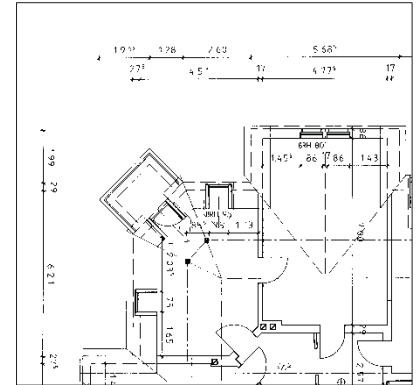
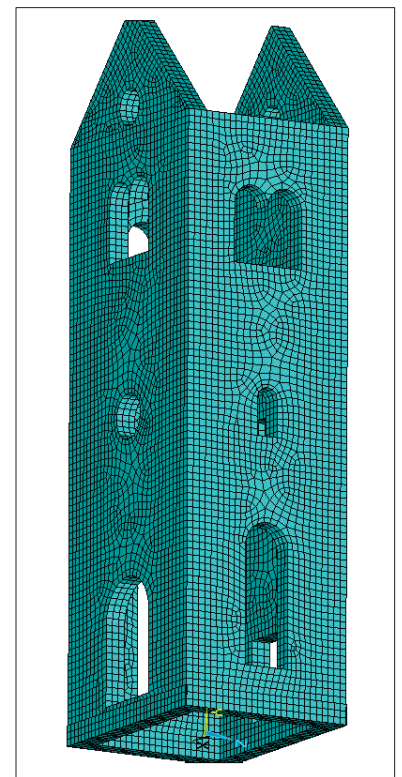
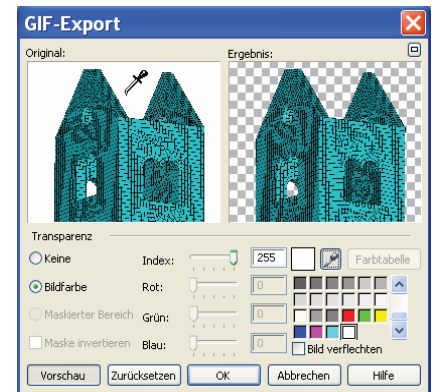

Abb. 5-1: Konstruktionszeichnung mit 1 Bit Farbtiefe
Abb. 5-2: 3D-Modell mit 8 Bit Farbtiefe
Abb. 5-7: Wahl der transparenten Farbe beim Speichern im GIF-Format
- Es werden alle gängigen Farbtiefen unterstützt: 1 Bit Schwarzweiß (Abb. 5-1), 4 Bit (16 Farben), 8bit Graustufen, 8 Bit Farbe (Abb. 5-2), 24 Bit RGB (Abb. 4-1) und 48 Bit RGB²³ sowie 32 Bit CMYK.
- Im 1-Bit-Modus ist TIF besonders gut zum Speichern von CAD-Zeichnungen (Abb. 5-1), Texten und anderen Schwarz-Weiß-Darstellungen geeignet.
- Beim Speichern erfolgt ohne Rückfrage und Steuerungsmöglichkeiten eine verlustfreie Komprimierung mit dem LZW-Verfahren (Kapitel 5.1.2). Damit kann der Speicherinhalt eines TIF-Bildes mit 8-Bit Farbtiefe (Abb. 5-2) u.U. auf ein Zehntel reduziert werden, ohne daß ein Qualitätsunterschied erkennbar ist (Abb. 5-7).
- In einer GIF-Datei ist die Transparenzeinstellung für eine Farbe möglich (Abb. 5-7), d.h. das Bild erscheint an den Bildstellen, die den als transparent definierten Farbwert tragen, auf farbigen Hintergründen durchsichtig. Die Transparenz hat keinen Einfluß auf die Speichergröße.